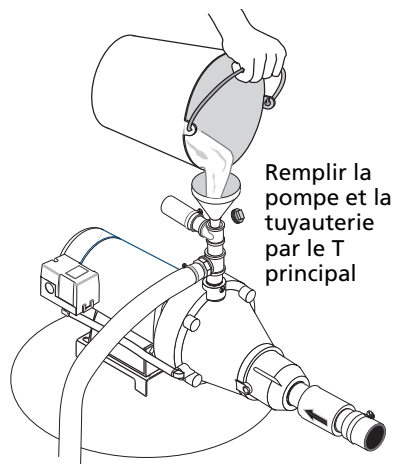

Figure 12 – Remplissage de la pompe
1. Enlever le bouchon d'amorçage de la pompe et remplir celle-ci d'eau (voir Figure 12), remplir toute la tuyauterie entre la pompe et le puits, et vérifier que toute la tuyauterie dans le puits est pleine d'eau. Si un T d'amorçage a également été installé dans la tuyauterie d'aspiration, enlever le bouchon du T et remplir d'eau la tuyauterie d'aspiration.